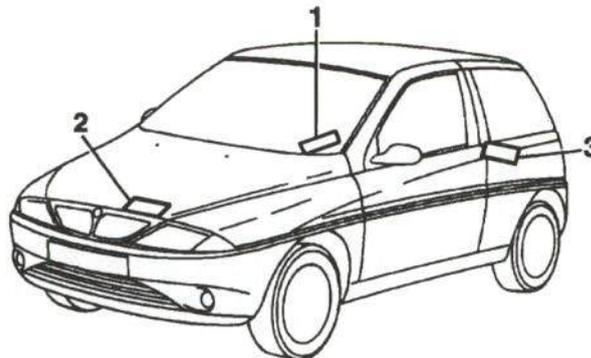

Figura 1.- Situación de las placas de identificación del vehículo
La situación de estas placas se refleja en la figura 1.
• **El número de bastidor** se encuentra troquelado en el piso habitáculo, en el centro del hueco de puerta derecho (figura 1).
• **La placa del constructor** se encuentra situada ligeramente en la parte izquierda del frente (figura 1).